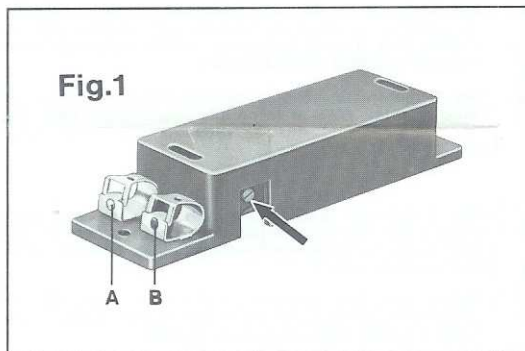

Fig. 1
Der **Aufenthaltsschalter 6953** ist ein thermisches Verzögerungsrelais, das die Fahrspannung in einem einstellbaren Rhythmus zu- und abschaltet. Die Schaltzeit ist von der Stromaufnahme der Lokomotive abhängig und läßt sich mit der Stell-schraube (siehe Pfeil Fig. 1) zwischen ca. 3 und 60 Sekunden einstellen. Bei Rechtsdrehung kürzere, bei Linksdrehung längere Schaltzeit.
**Station-stopper No. 6953** is an adjustable thermic delaying relay that turns the motive power off and on again with a controllable rhythm. The stopping time is dependent on the current consumption of the locomotive and can be varied between 3 and 60 seconds by means of a set-screw (arrow, Fig. 1). Turning to the right gives a shorter stop, to the left a longer one.
Le **dispositif d'arrêt 6953** est un relais thermique de temporisation, que le courant de traction enclanche ou déclanche suivant un rythme réglable. La durée d'action dépend de la consommation en courant de la locomotive et se laisse régler d'environ 3 à 60 secondes au moyen d'une vis (voir flèche fig. 1). Durée plus courte en vissant vers la droite et inversement pour une durée plus longue.
**Uppehållsrelä 6953** är ett inställbart fördröjningsrelä, som i en reglerbar rytm kopplar till eller från strömmen. Kopplingstiden är oberoende av loket och kan inställas med en ställskruv (se pil fig.1) mellan 3 och 60 sekunder. Vridning åt höger = kortare tid, vridning åt vänster = längre tid.
Il **dispositivo di arresto 6953** è un relè termico regolabile, per l'inserzione e la disinserzione della tensione di alimentazione della ferrovia. La durata d'inserzione è funzione dell'assorbimento della corrente da parte della locomotiva ed è regolabile mediante apposita vite (vedi freccia in fig. 1) entro l'approssimativa gamma tra 3–60 secondi. Girando la vite a destra si accorcia il tempo d'inserzione, il contrario girando a sinistra.